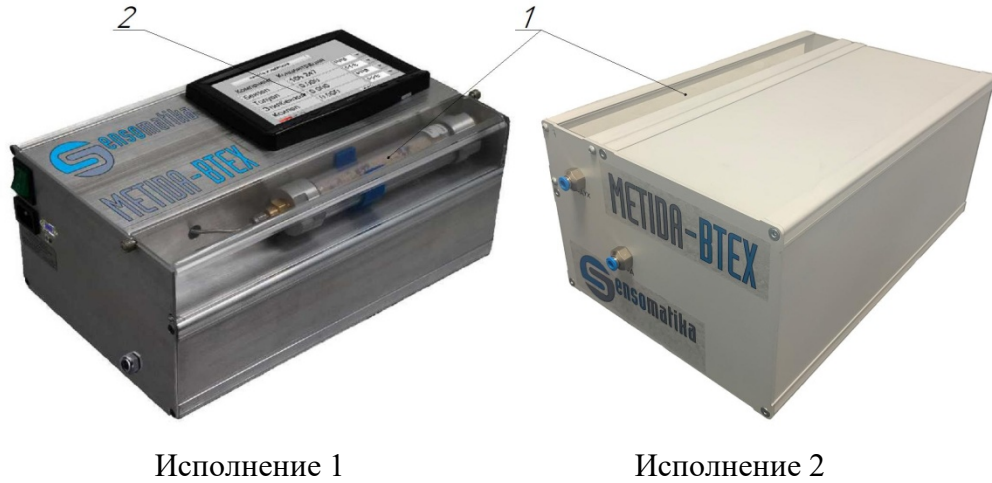

Рисунок 1 – Общий вид газоанализаторов «METIDA-VTEX», где
- отсек для контроля состояния и замены фильтра осушки воздуха (газа-носителя) на лицевой панели, а также экран (в исполнении 1) - Рисунок 1,